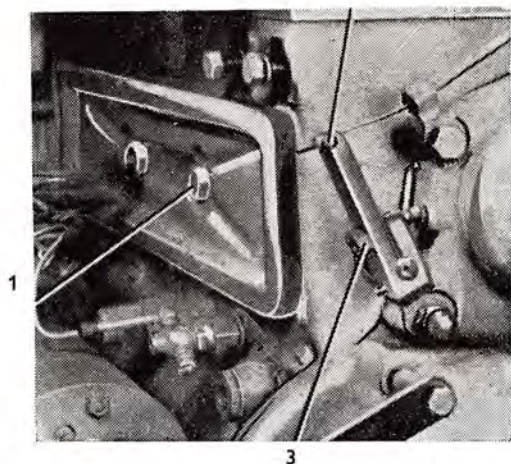

Abb. 83
2. Zwei Schrauben M 10×26 (Abb. 83/1) am rechten Seitendeckel des Kurbelgehäuses sind auszuschauben und der Deckel ist abzunehmen. (Beim Schlepper Zetor 2511 ist es eine Schraube, beim Schlepper Zetor 4511 zwei Schrauben und zwei Deckel.)
3. Die Schraube M 4×12 (Abb. 83/2) des Seilendverschlusses am Hebel (Abb. 83/3) der Dekompressorstange ist zu lösen. Innerhalb des Panels unterhalb des Instrumentenbrettes ist die Mutter M 12 auszuschauben und der Dekompressor-Knopf samt Seil herauszuziehen.